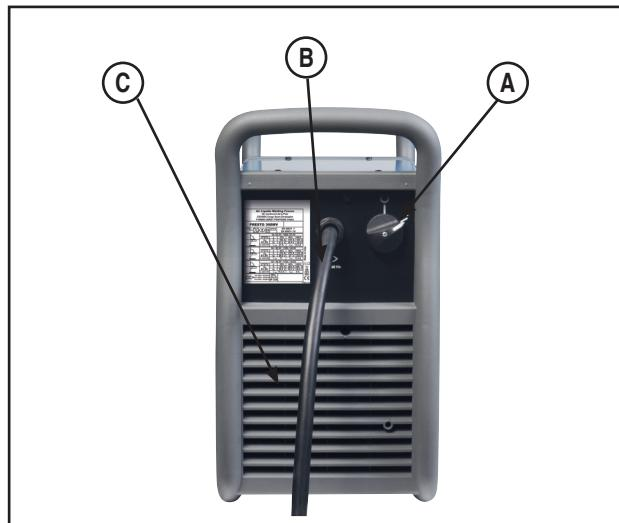

Abb. 3
- C. Kühlventilator: Das Gerät verfügt über eine F.A.N.-Schaltung (Lüftung nach Bedarf) im Inneren, die den Lüfter automatisch EIN oder AUS schaltet. Durch diese Funktion wird die Menge an Schmutz verringert, die in das Gerät gezogen werden kann und der Stromverbrauch wird reduziert. Wenn das Gerät eingeschaltet wird (siehe A – Abb. 3) schaltet sich der Lüfter EIN. Der Lüfter läuft weiter, wenn mit dem Gerät geschweißt wird. Wenn länger als fünf Minuten nicht mit dem Gerät geschweißt wird, schaltet sich der Lüfter aus.
8. Schalten Sie das Gerät ein (siehe A – Abb. 3) und wählen Sie Modus zum Elektrodenschweißen (siehe 19 – Abb. 8).
8. Schalten Sie das Gerät EIN (siehe A – Abb. 3). Das Gerät wird mit der gleichen Einstellung der vorherigen Parameter gestartet.
WICHTIG: WENN DAS GERÄT EINGESCHALTET WIRD (SIEHE A – ABB. 3), LEUCHTET DIE GRÜNE BETRIEBS-LED (SIEHE 10 – ABB. 8) IN VERBINDUNG MIT EINER DER EINGANGSSPANNUNGS-LEDS (SIEHE 7, 8, 9 – ABB.-8), UM DIE EIGENSCHAFTEN DES ANGESCHLOSSENEN STROMNETZES ANZUZEIGEN.